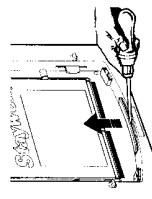

FIG. 12
- Die 3 blauen Kapfen am unteren Rahmenabschnitt aufsetzen (siehe Abb. 12).
- Fixez les trois cabochons bleus à la partie inférieure du cadre (voir Fig. 12).
- Enganche las 3 cubiertas azules a la parte inferior del marco (Fig. 12).